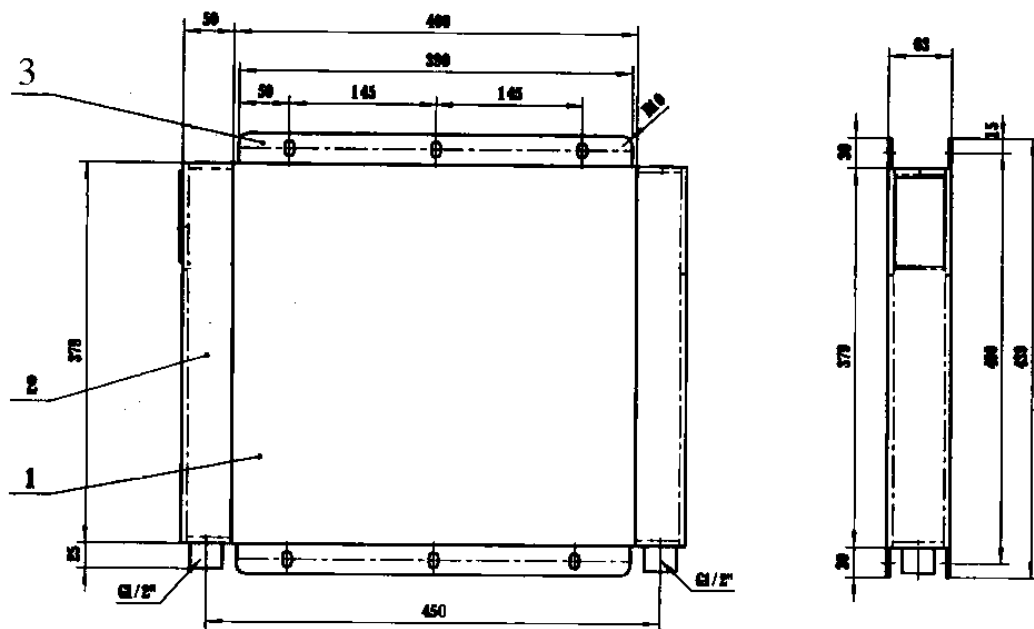

Рисунок 13. Блок охлаждения.
4.1.3 Блок охлаждения (рис.13) состоит из радиатора пластинчатого типа с вентилятором. Радиатор выполнен из алюминиевого сплава и служит для охлаждения масла.